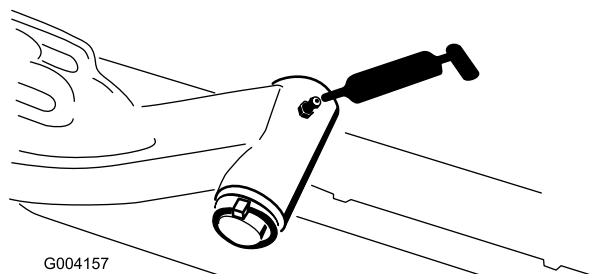

Figura 32
- Albero del perno del braccio di sollevamento (1 cad.) (Figura 32)